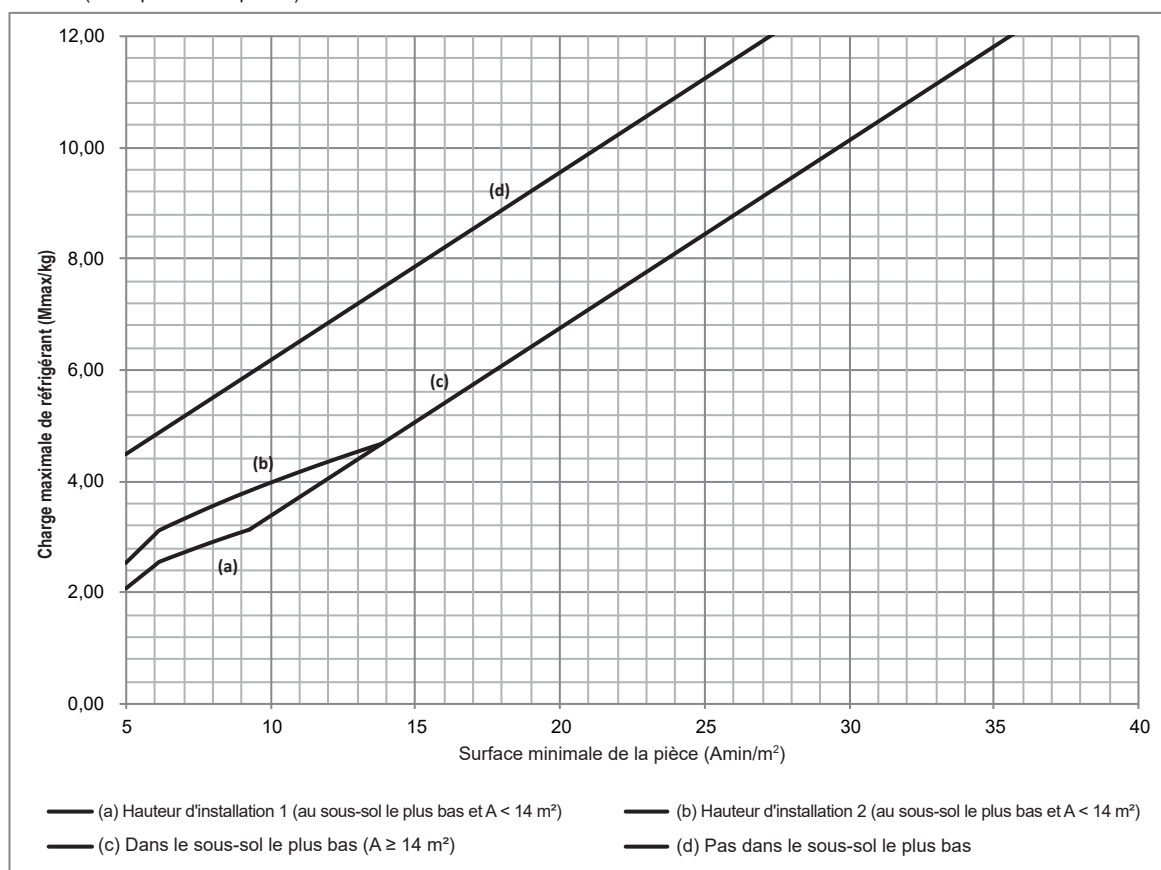

Figure 1-5
Si le système est équipé d'un dispositif d'arrêt du réfrigérant en usine sur le tuyau principal de l'unité extérieure et d'un dispositif d'alarme relié à l'unité intérieure, d'autres règles concernant la charge de réfrigérant et la superficie de la pièce peuvent être suivies. La figure 1-5 et le tableau 1-5 conviennent pour 18 kW.
- Si le système s'applique au cas (d) Figure 1-5 et du Tableau 1-5, la surface minimale de la pièce pour une unité extérieure 18 kW ne doit pas être inférieure à 10 m².